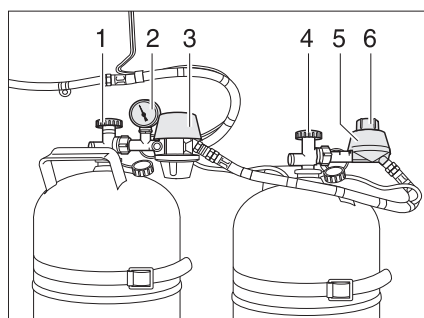
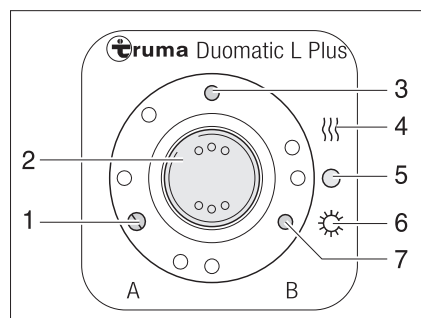

Fig. 86 Dispositif de commutation Duomatic
Fig. 87 Unité de commande
Le dispositif de commutation Duomatic consiste en un régulateur central (Fig. 86,3) et un régulateur de commutation (Fig. 86,5). Un bouton rotatif (Fig. 86,6) situé sur le régulateur de commutation permet de définir laquelle des bouteilles de gaz est celle de service et laquelle est celle de réserve.
Le manomètre (Fig. 86,2) du régulateur central affiche la pression dans la bouteille de gaz et non pas le niveau de remplissage de la bouteille. Le manomètre permet de contrôler l'étanchéité de la bouteille de gaz.
Seules les fonctions électriques peuvent être activées sur l'unité de commande (Fig. 87). Les robinets principaux des bouteilles de gaz (Fig. 86,1 et 4) doivent être ouverts manuellement.
- Ouvrir les robinets principaux des bouteilles de gaz (Fig. 86,1 et 4).
- Choisir la bouteille de gaz avec le bouton rotatif (Fig. 86,6) situé sur le régulateur de commutation (Fig. 86,5) à partir de laquelle le gaz sera utilisé principalement (bouteille de service).
Lorsque le bouton rotatif se situe dans le domaine rouge, le gaz est prélevé prioritairement à partir de la bouteille de gaz équipée du régulateur central (Fig. 86,3).
Lorsque le bouton rotatif se situe dans le domaine vert, le gaz est prélevé prioritairement à partir de la bouteille de gaz équipée du régulateur de commutation (Fig. 86,5).
- Mettre en marche le dispositif de commutation Duomatic sur l'unité de commande (Fig. 87).
Pour ce faire, régler le commutateur à bascule (Fig. 87,2) sur régime hiver "Marche et chauffage" (Fig. 87,4) ou bien sur régime été "Marche" (Fig. 87,6). Les deux régulateurs de pression du gaz sont maintenant désaérés. Le voyant de contrôle (Fig. 87,3) s'allume.
- Mettre le commutateur à bascule (Fig. 87,2) sur "O" (Fig. 87,5). Le voyant de contrôle (Fig. 87,3) s'éteint.
- Fermer les robinets principaux des bouteilles de gaz (Fig. 86,1 et 4).
Les voyants de contrôle de l'unité de commande (Fig. 87) signalisent à l'intérieur du véhicule si les bouteilles de gaz sont en état de marche.
- Voyant de contrôle "A" (Fig. 87,1) : Bouteille de gaz raccordée au régulateur central
- Voyant de contrôle "B" (Fig. 87,7) : Bouteille de gaz raccordée au régulateur de commutation